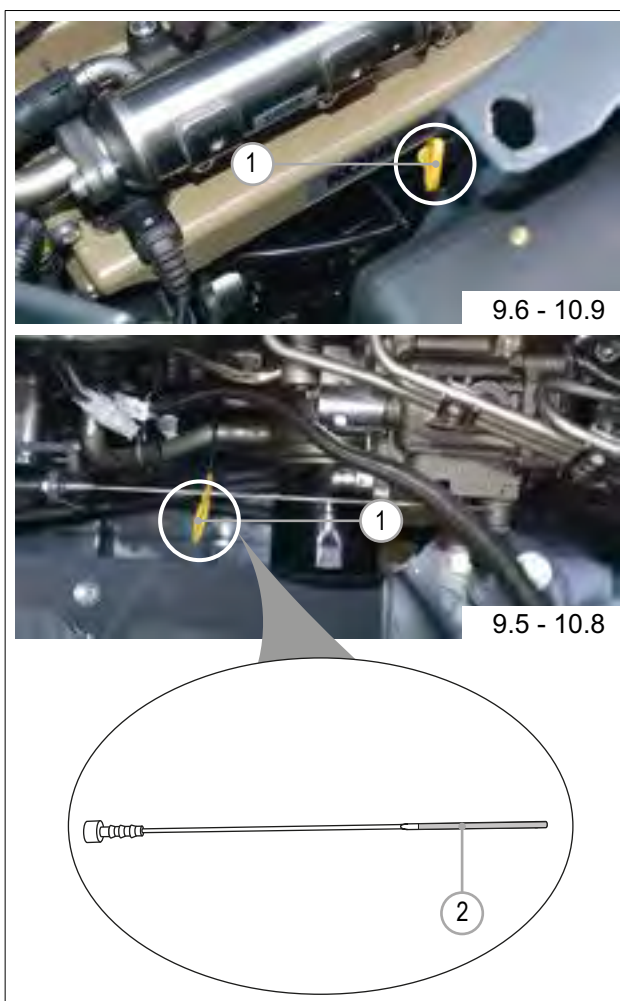

FIG. 45
- 4) Træk oliepinen ud (FIG. 45 - Ref. 1) og se efter markeringerne for fyldt og påfyld mere (FIG. 45 - Ref. 2).